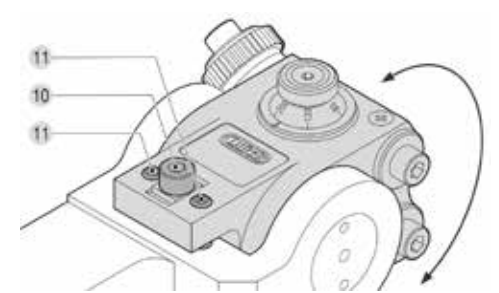

Fig. 11: Correzione della testa portafresa C622
Per questo tipo di utensile, allentare prima la vite di bloccaggio (fig. 11, pos. 10). Infine regolare la testa portautensile mediante le due viti di regolazione fine (fig. 11, pos. 11). Dopo aver eseguito correttamente la regolazione, stringere nuovamente la vite di bloccaggio.